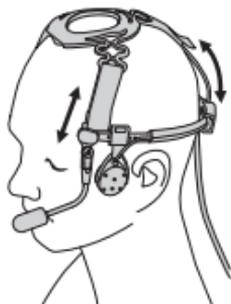

Figura 2: Utilização do transdutor de têmpora de alta resistência
1. Utilize o transdutor de têmpora de alta resistência conforme ilustrado na Figura 2.